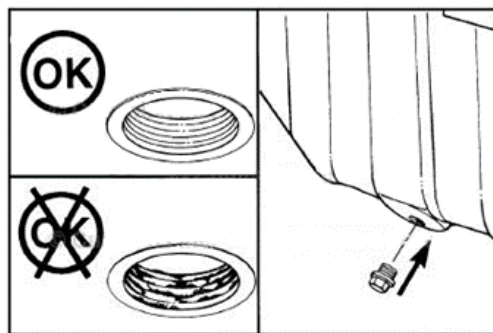

Рисунок 5.20. Осмотр состояния резьбы и уплотняющей поверхности масляного картера
- Почистить и осмотреть резьбу и уплотняющую поверхность пробки с картером (в случае обнаружения повреждений, заменить) рис. 5.20.